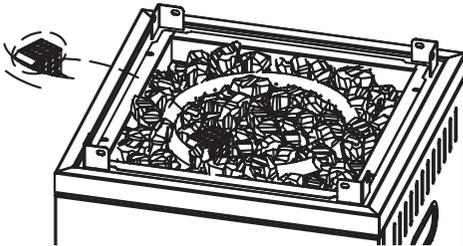

Рис. 13.
10. Насыпьте стеклянные шарики, при этом верхняя часть крышки защиты от воспламенения должна быть открыта (рис. 13).